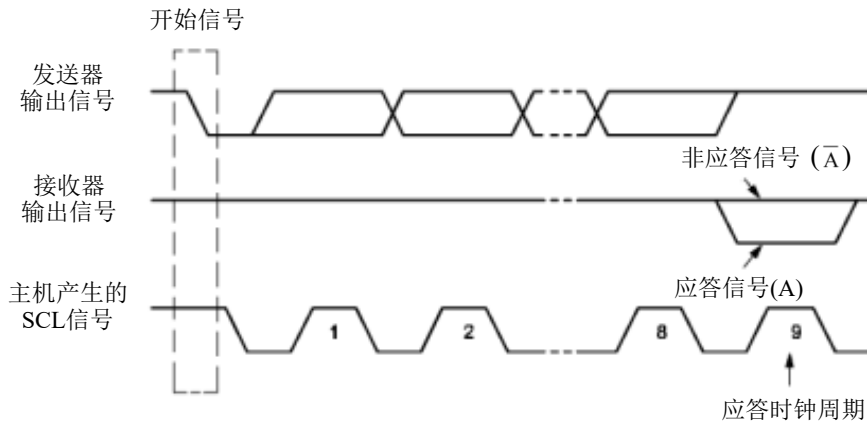

Figure 16-5 IIC 总线的应答信号
重新开始信号 (Repeated START): 在 IIC 总线上，由主机发送一个开始信号启动一次通信后，在首次发送停止信号之前，主机通过发送重新开始信号，可以转换与当前从机的通信模式，或是切换到与另一个从机通信。如 Figure16-5 所示，当 SCL 为高电平时，SDA 由高电平向低电平跳变，产生重新开始信号，它的本质就是一个开始信号。
应答信号 (A): 接收数据的 IIC 在接收到 8 位数据后，向发送数据的 IC 发出的特定的低电平脉冲。每一个数据字节后面都要跟一位应答信号，表示已收到数据。应答信号在第 9 个时钟周期出现，这时发送器必须在这一时钟位上释放数据线，由接收设备拉低 SDA 电平来产生应答信号，由接收设备保持 SDA 的高电平来产生非应答信号 (A-bar)，如 Figure16-5 所示。所以，一个完整的字节数据传输需要 9 个时钟脉冲。如果从机作为接收方向主机发送非应答信号，这样，主机方就认为此次数据传输失败；如果是主机作为接收方，在从机发送器发送完一个字节数据后，发送了非应答信号，从机就认为数据传输结束，并释放 SDA 线。不论是以上哪种情况都会终止数据传输，这时，主机或是产生停止信号释放总线，或是产生重新开始信号，开始一次新的通信。开始信号、重新开始信号和停止信号都是由主控制器产生，应答信号由接收器产生，总线上带有 IIC 总线接口的器件很容易检测到这些信号。